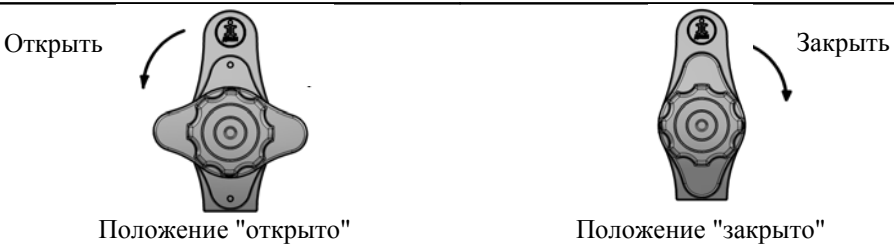

Рис. 32
- 6.4.1. Повернуть корпус фиксатора на замке стойки против часовой стрелки в положение "открыто" (см. рис. 32), приподнять основание стола вверх (см. рис. 32а, 33), вытащить замок стойки, поднять (опустить) основание стола до нужной высоты, совместив пазы в кожном и стойке, вставить замок стойки в совмещенные пазы стойки с кожом, опустить основание стола до упора, повернуть корпус фиксатора по часовой стрелке в положение "закрыто" (см. рис. 32). **Регулировку стола следует производить одновременно с двух сторон.**
Рис. 32а